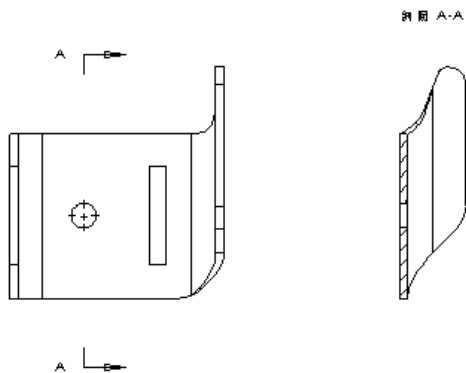

图 5-12 竖直剖视图
(3) 选择“竖直”按钮，在视图中出现竖直剖切线，在适当位置放置竖直剖切线后会激活快捷菜单（图 5-10），然后在快捷菜单中单击按钮，会弹出“剖面视图”属性管理器，如图 5-11 所示，系统会在垂直于剖切线的方向出现一个方框，表示剖切视图的大小。拖动这个方框到适当的位置释放鼠标，则剖切视图被放置在工程图中，如图 5-12 所示。
(4) 单击“确定”按钮，完成剖面视图的插入，如图 5-12 所示。